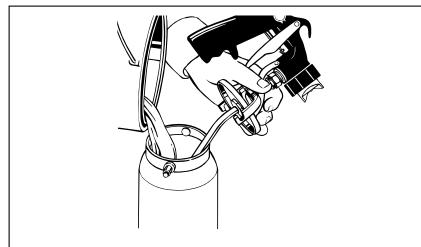

Figura 7- Abastecendo o recipiente de tinta
2. Despeje o material no recipiente de tinta. Preencha o recipiente de material somente até 1/2 a 3/4 de sua capacidade se for necessário diluição do material (veja a Figura 7).